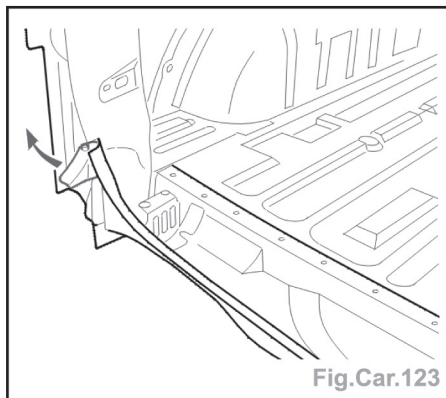

Fig.Car.123
- Suivant la flèche : écarter l'extrémité du pied et ajuster la doublure de panneau soit avec l'outillage de marbre, soit avec une mesure mécanique ou électronique (Fig.Car.123).